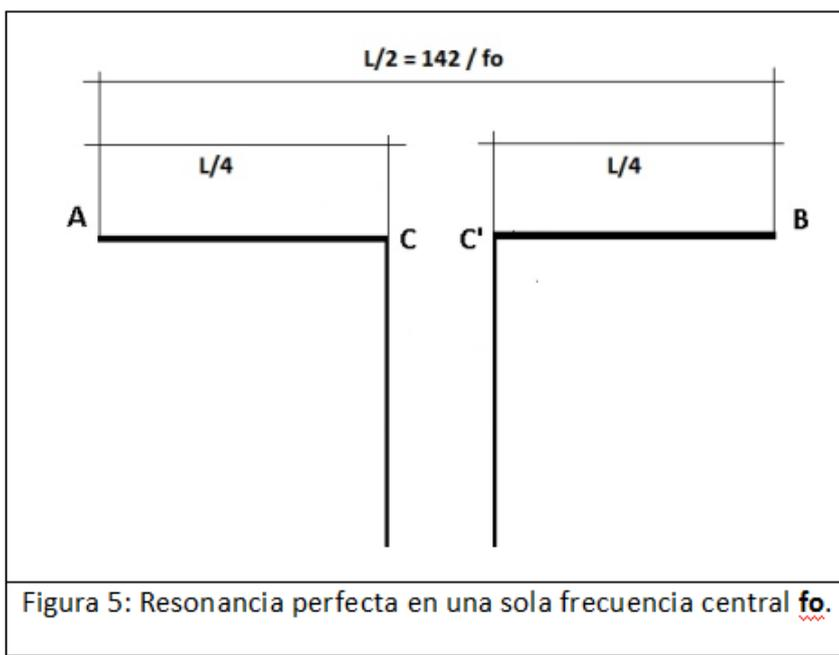

Figura 5: Resonancia perfecta en una sola frecuencia central  $f_0$ .
La situación ideal  $R_r = Z_0$  por desgracia solo se cumple exactamente en una sola frecuencia central de la antena, una única frecuencia  $f_0$ , la frecuencia a la que la antena es exactamente resonante porque se cumple  $L/2 = 142 / f_0$  (Figura 5). Esta cifra viene dada por aplicar la velocidad de la luz en Megámetros (300), dividida por 2 para tener media longitud de onda (150) y multiplicada por el factor de velocidad de la onda viajando por un cable que es aproximadamente 0,95 (velocidad en el cable 95% del vacío), aunque varía ligeramente con el diámetro del cable y si el material no es cobre.